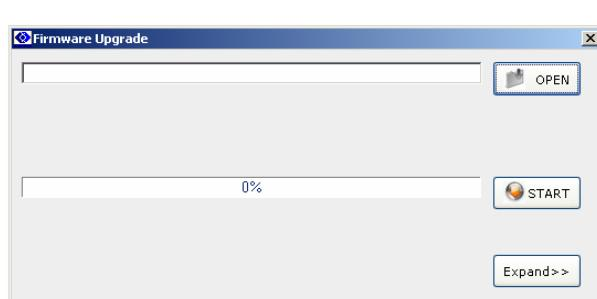
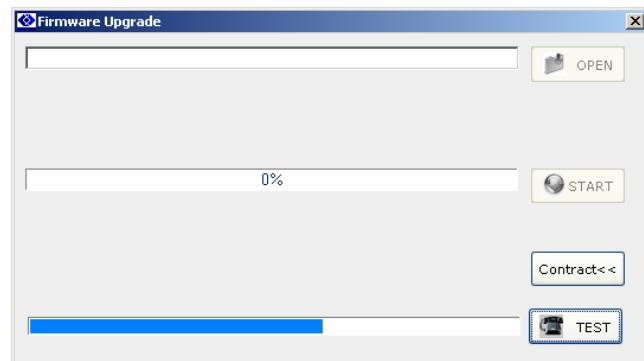

图 1
图 2
- 2) 在开始菜单中点击“Firmware Upgrade”或在升级软件安装目录下启动 Firmware Upgrade_ch.exe 升级软件，将显示升级程序安装界面（如图 1），按“展开”键可打开为扩展界面(如图 2)，按“测试”键可测试 RS232 接口线是否正常连接。若正常连接，将在计算机上显示“通讯正常”。按“压缩”键界面可恢复到初始界面；